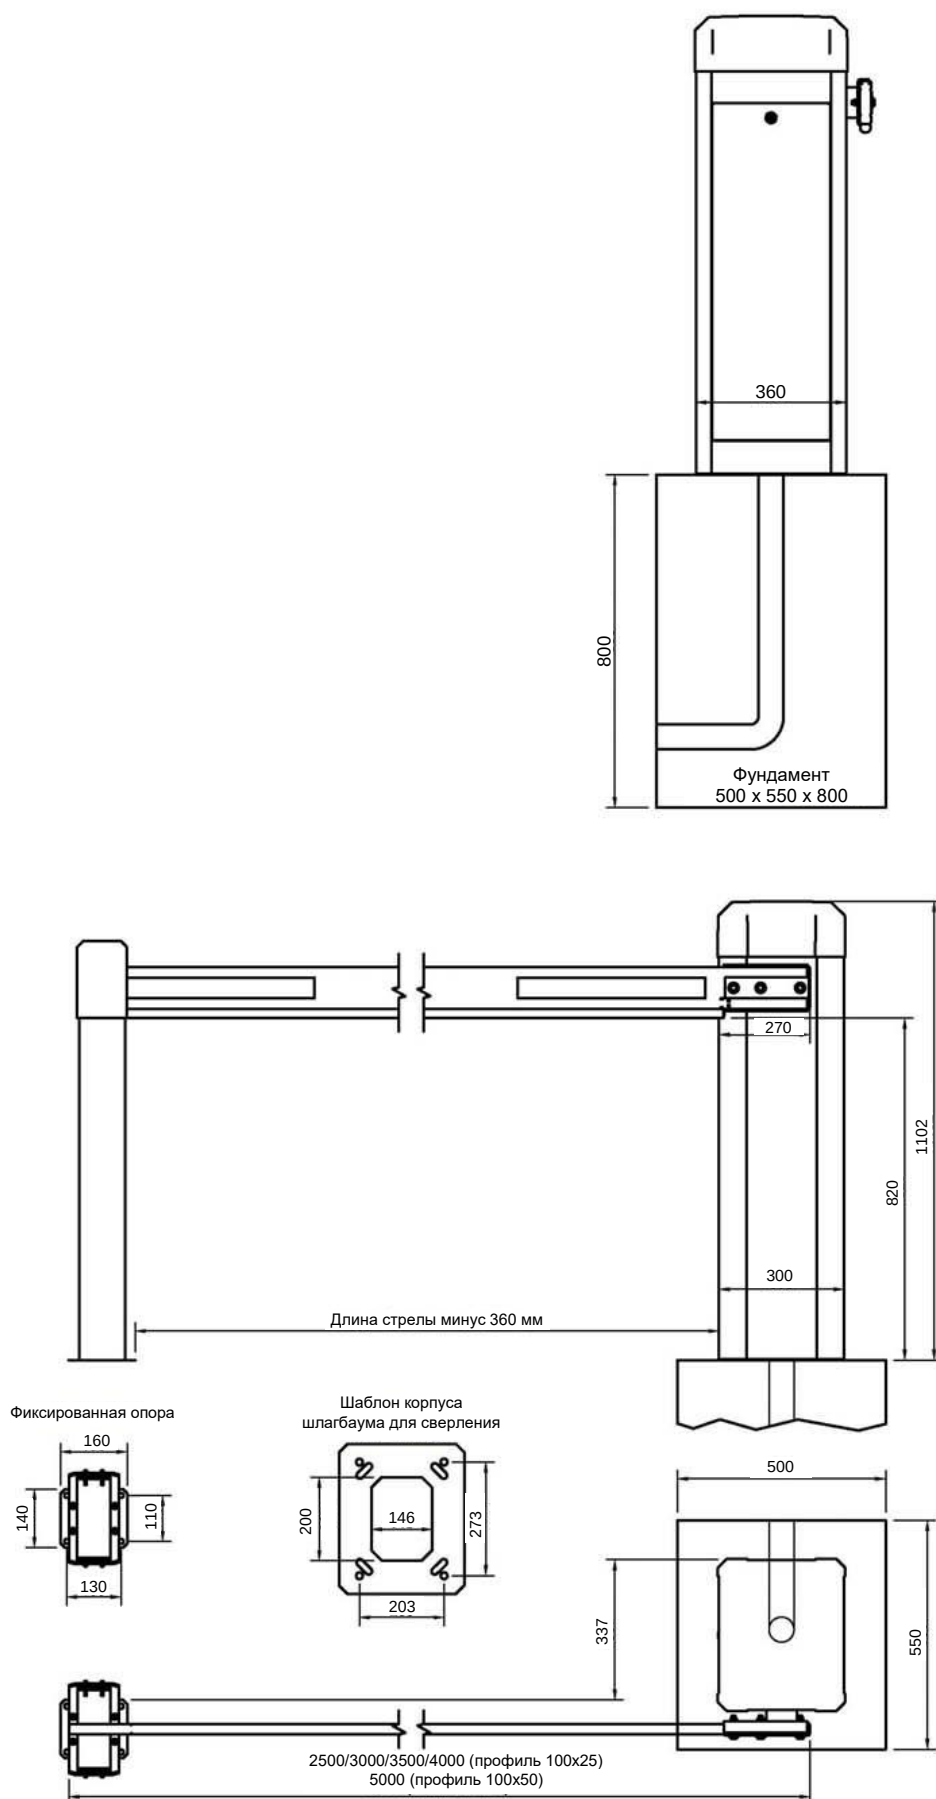

Рисунок 3
- Обратите внимание на направление и расстояние по отношению к (опциональной) фиксированной опоре при подготовке фундамента (см. рисунок 3).